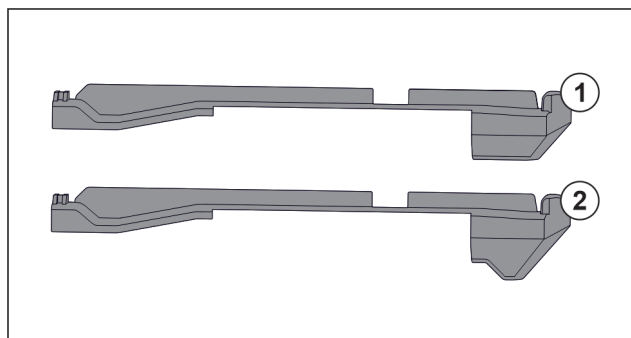

Fig. 78 Сравнение на наставките
В уреда има два вида наставки. Наставката над най-долното чекмедже Fig. 78 (2) има триъгълен ръб. Всички останали наставки Fig. 78 (1) имат прав ръб.
- ▶ Поставете наставката Fig. 78 (2) с триъгълния ръб над най-долното чекмедже.
- ▶ Поставете наставка Fig. 78 (1) с прав ръб на всички останали места.